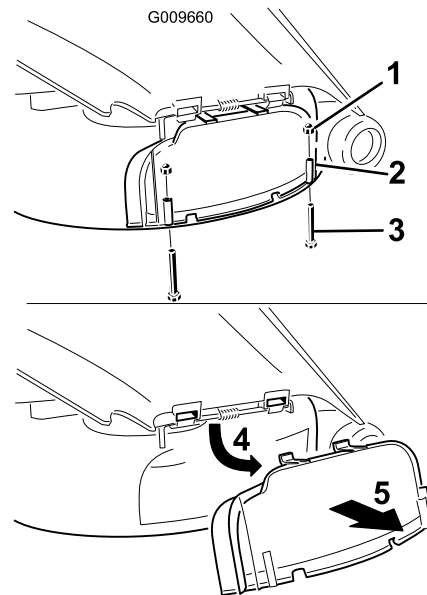

Figure 14
- Enlevez les 2 boulons et écrous qui fixent le couvercle d'éjection au plateau de coupe (Figure 14).